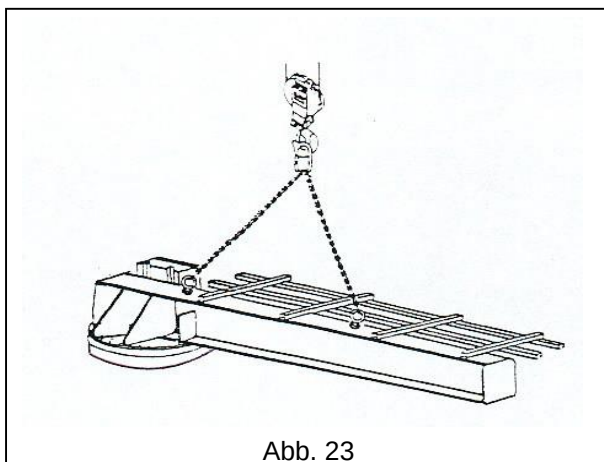

Abb. 23
3. Den Ausleger an den entsprechenden Punkten anschlagen (siehe Abb. 23) und mit geeigneten Hebemitteln, d.h. einem Brücken- oder Mobilkran sowie entsprechenden Anschlagmitteln mit ausreichender Traglast anheben. Der Laufträger muss dabei parallel zum Boden gehalten werden. Darauf achten, den Schaltkasten, die Schleppkabelanlage (Schienen, Kabel usw.) sowie den Schwenkgetriebemotor nicht zu beschädigen, die gewöhnlich bereits am Ausleger montiert sind.